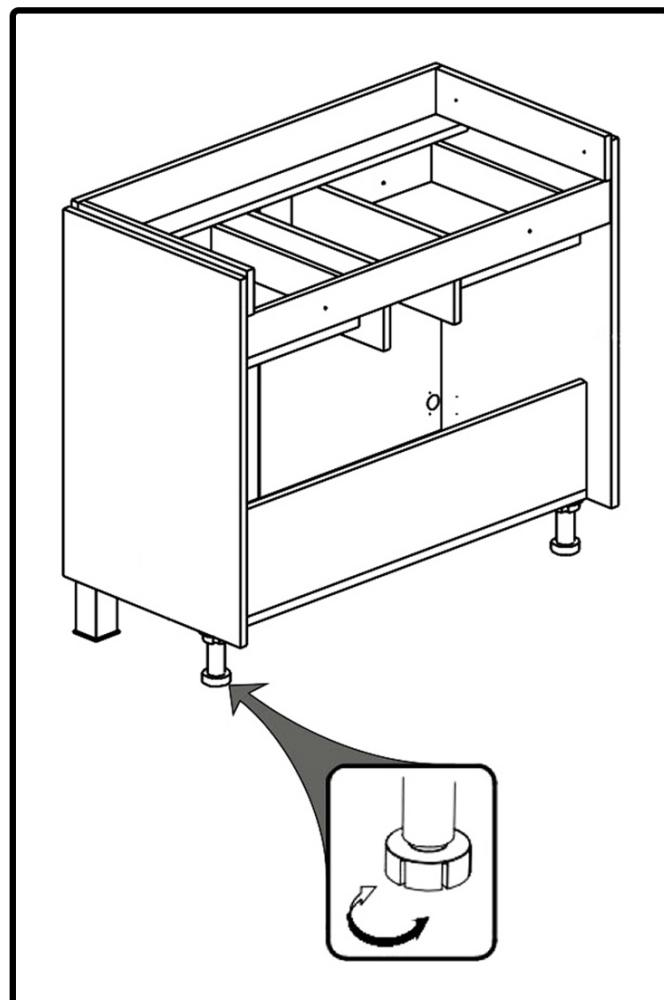

Рис.2 РЕГУЛИРОВКА НОЖЕК
- Затем производим установку опор и ручек, которые идут в комплекте. Тумбу придвигаем к стене в запланированное место и выставляем по уровню при помощи регулирующихся ножек (количество ножек варьируется от 2-х до 4-х в зависимости от модели (**рис.2**)).